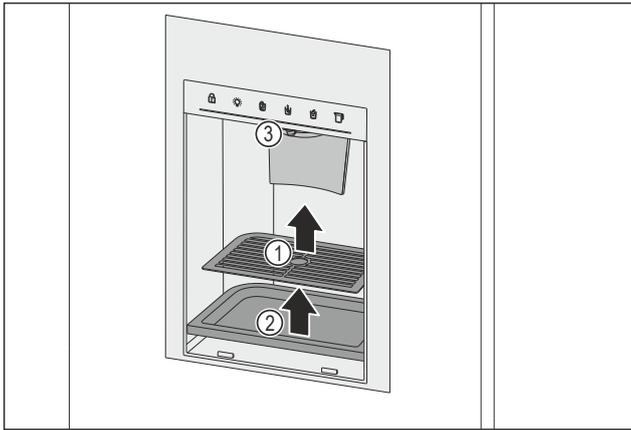

Fig. 150 Retrait de la grille d'écoulement et du bac d'écoulement
- ▶ Retirer la grille d'écoulement Fig. 150 (1).
- ▶ Retirer le bac d'écoulement Fig. 150 (2).
- ▶ Nettoyer l'évacuation Fig. 150 (3) et la zone environnante avec un chiffon doux et propre, de l'eau tiède et un peu de produit de nettoyage.